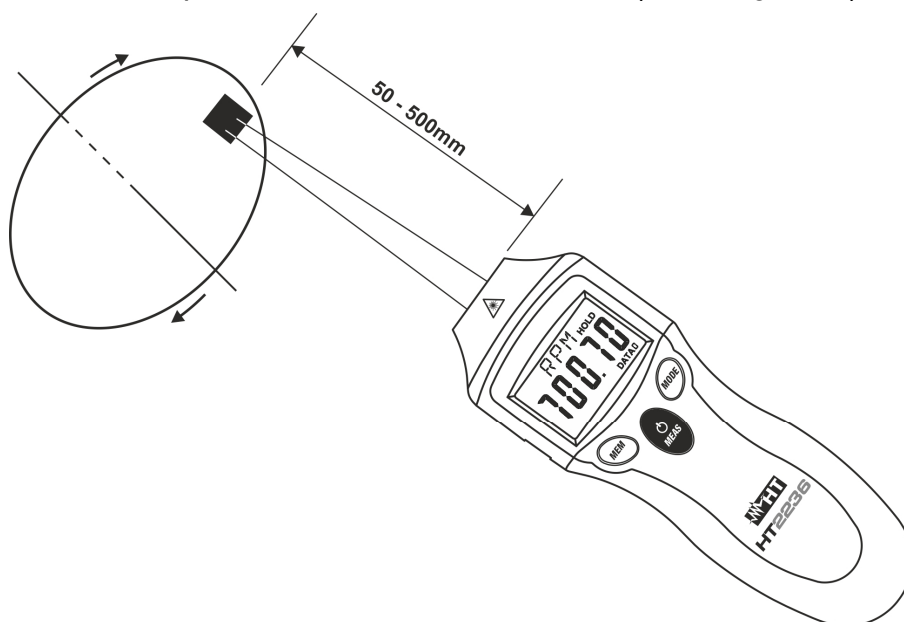

Fig. 2: Misura Velocità non a contatto (RPM)
8. Premere e tenere premuto il tasto **ON/MEAS** puntando il fascio laser strumento verso il nastro riflettente sull'oggetto in prova (vedere Fig. 2) ed eseguire la misura mantenendo una distanza dall'oggetto compresa tra 50mm e 500mm